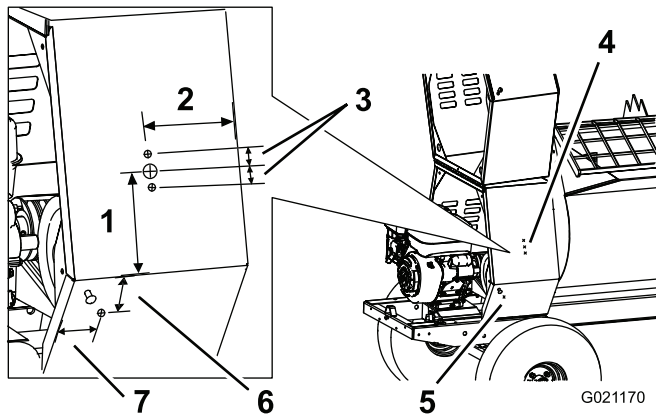

Figura 4
1. En el lado **derecho** de la cubierta delantera, haga una marca a 15.2 cm (6 pulgadas) de la doblez del lateral y a 16.5 cm (6-1/2 pulgadas) del borde delantero (Figura 4).
2. Haga una señal 6.4 cm (2-1/2 pulgadas) por encima de la primera marca, y otra marca 6.4 cm (2-1/2 pulgadas) por debajo de la primera marca (Figura 4).
4. Perfore un taladro de 51 mm (2 pulgadas) en la marca central (Figura 4).
5. Perfore un taladro de 10 mm (3/8 pulgada) en la marca superior, y otro taladro de 10 mm (3/8 pulgada) en la marca inferior (Figura 4).
6. En el lado derecho de la cubierta delantera, haga una marca 8.9 cm (3-1/2 pulgadas) por debajo de la doblez y a 7.0 cm (2-3/4 pulgadas) del borde trasero (Figura 4).
7. Señale la marca con un punzón y perfore un taladro de 10 mm (3/8 pulgada) en ese lugar (Figura 4).